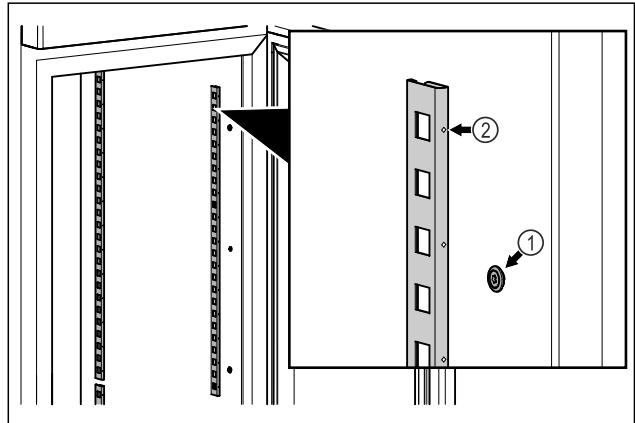

Fig. 83 Esimerkkikuva
- Kiinnitä pidikekiskot Fig. 83 (1) ripustimeen. Merkinnän Fig. 83 (2) on osoitettava eteenpäin.